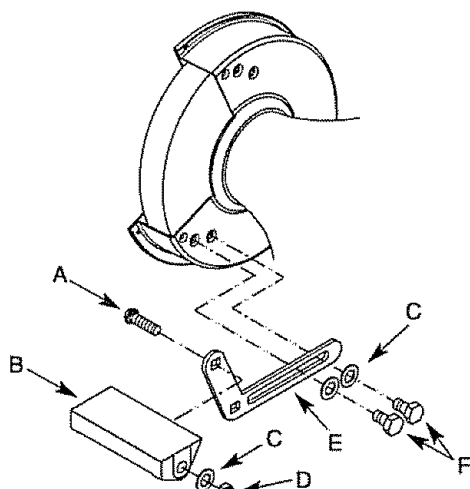

Figura 3 - Soporte de la Herramienta
Es necesario localizar y verificar las partes que se van a montar (consulte la Lista y la Figura 3).
- Fije el soporte (E) a la protección de la rueda mediante pernos de cabeza hexagonal (F) y arandelas planas (C).
- Deslice el perno de coche de $\frac{1}{8}$ "-18 x $1\frac{1}{2}$ " (A) en el orificio cuadrado en el puntal del soporte de la herramienta (E).
- Deslice el soporte de la herramienta (B) al perno de carruaje desde la parte interior del soporte de la herramienta según se indica en el Figura 3.
- Deslice la arandela plana de $\frac{1}{16}$ " (C) y la tuerca hexagonal de $\frac{1}{8}$ "-18 (F) en el perno de coche.